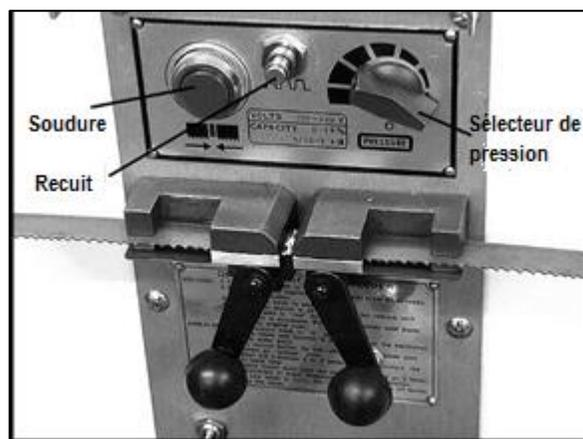

Figure 13
3. Mettre le sélecteur de pression (Figure 13) sur « 0 » (dirigé vers le bas). Une légère résistance sera ressentie en tournant le sélecteur.
7. Appuyer sur le bouton de soudure et le maintenir enfoncé (Figure 13). Lorsque le bouton est enfoncé, la mâchoire gauche se déplace sur la droite pour appliquer la pression sur les extrémités de la lame. Des étincelles jailliront
3. Appuyer et relâcher rapidement (« Jog ») le bouton de recuit (Figure 13). Répéter le processus Jog jusqu'à ce qu'une lueur légèrement rouge soit visible sur la zone de soudure.